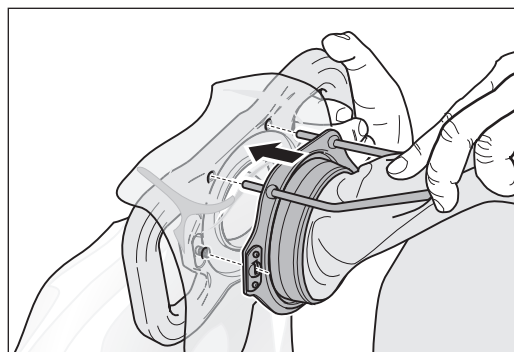

Bild 21 För in dammpåsen med hållplåten i tömningsanordningen.
- 11 För in dammpåsen med hållplåten i tömningsanordningen. Se till att dammpåsens stänger har korrekt position: Stiften måste stickas in i de härför avsedda öppningarna (bild 21).
- 12 Med ett lätt tryck kan dammpåsens hållplåt föras in helt i tömningsanordningen. Stiften på dammpåsens stänger borrar sig då igenom soppåsen och säkrar denna på detta sätt mot att glida bort (bild 21).